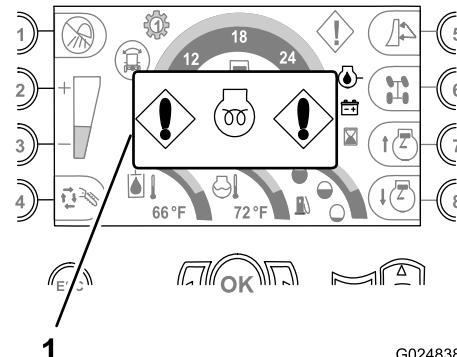

Figura 34
- Indicador de calentamiento del motor** — Este indicador aparece cuando el interruptor de encendido está en la posición de Encendido y el calentador del aire de admisión del motor está encendido (Figura 34).
Nota: Espere a que desaparezca el indicador antes de intentar arrancar el motor (Figura 34).